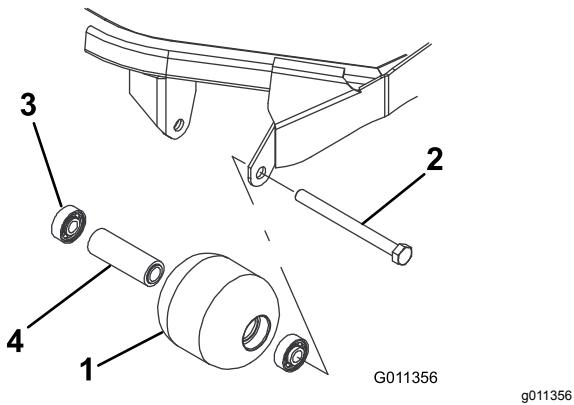

Figura 86
1. Retire el perno de montaje del rodillo (Figura 86).
4. Inspeccione el alojamiento del rodillo, los cojinetes, y el espaciador del cojinete (Figura 86).
1. Introduzca a presión el primer cojinete en el alojamiento del rodillo (Figura 86). Haga presión solamente sobre el anillo de rodadura exterior, o de forma igual sobre el anillo exterior y el interior.
2. Introduzca el espaciador (Figura 86).
3. Introduzca a presión el segundo cojinete en el alojamiento del rodillo (Figura 86) haciendo presión igualmente sobre el anillo de rodadura interior y el exterior hasta que el anillo de rodadura interior entre en contacto con el espaciador.